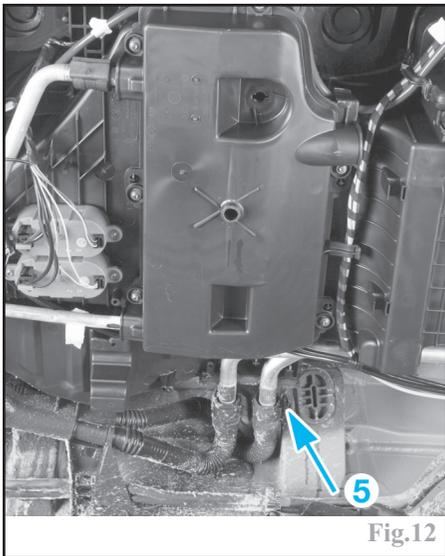

Fig.12
Vidanger le circuit de liquide de refroidissement en (5) (fig.12).